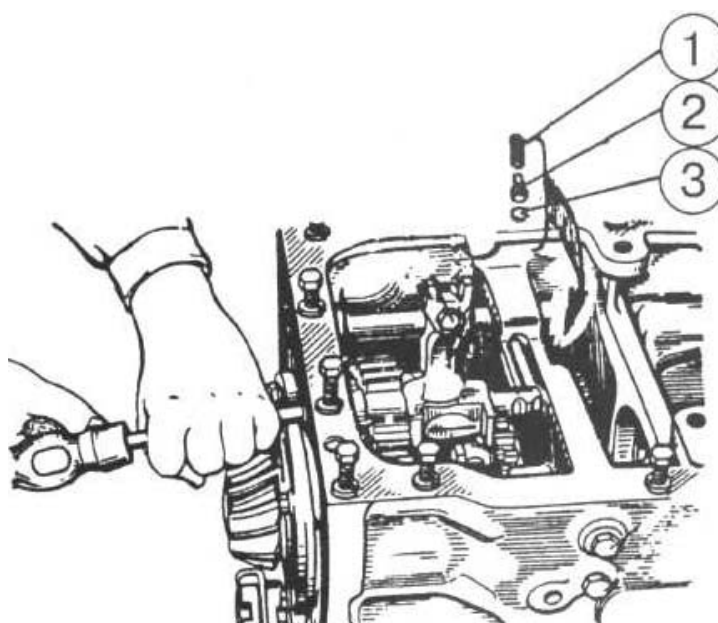

Рисунок 4.35
11) извлеките шарик (3) (рисунок 4.35), фиксатор (2), пружину (1) из корпуса КП под поводом заднего хода.